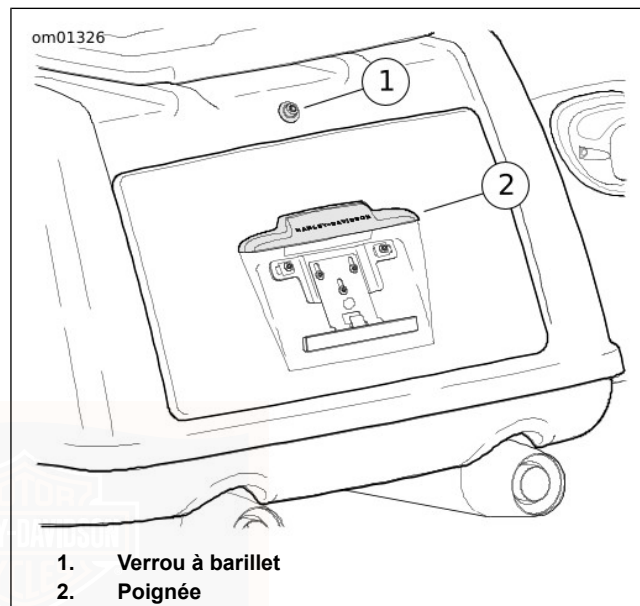

Figure 16. Coffre
2. Voir Figure 16. Enfoncer le verrou à barillet pour déverrouiller la porte. Tirer la poignée pour ouvrir la porte du coffre.